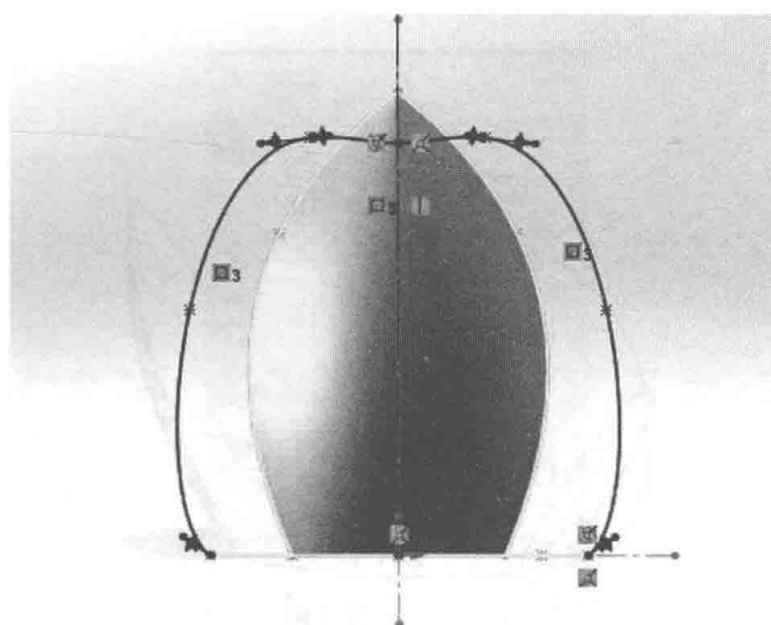

图 3-54 草图 5
(5) 双击退出草图，隐藏基准面，选择右视基准面进行草图绘制，绘制样条曲线草图 5，如图 3-54 所示。